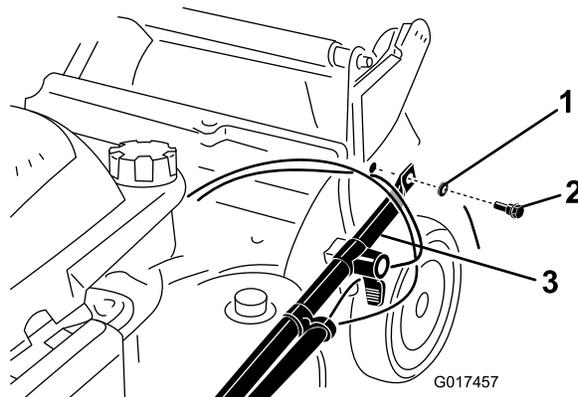

図 5
2. ハウジングにハンドルを取り付けるワッシャ2枚、ハンドルボルト2本を使用 図 5。ハンドルボルトはまだ示す牽引車両内こと。
重要ケーブルがハンドルの外側を通るように配設する 図 5。